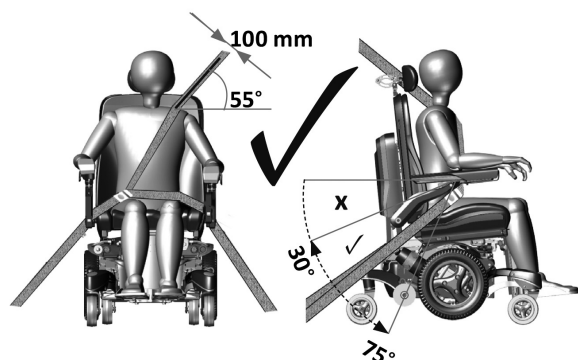
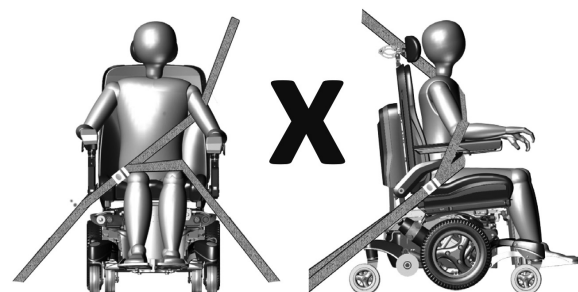

Figura 5.5 – Posizionamento corretto del sistema a tre punti di ritenuta dell'utente
Figura 5.6 – Posizionamento non corretto del sistema a tre punti di ritenuta dell'utente
- Le cinture di sicurezza devono essere fissate al montante del veicolo e non devono essere tenute lontane dal corpo da componenti della carrozzina elettronica come braccioli, ruote ecc. (Figura 5.6)
- Una cintura pelvica deve essere sistemata in basso, sulla parte anteriore del bacino in modo che l'angolo di ritenuta sia tra i 30° e i 75° rispetto all'orizzonte (Figura 5.5)
- È comunque consigliabile posizionarla a un'angolazione maggiore all'interno dell'intervallo di valori desiderato (Figura 5.5)
- Far passare la cintura sulla parte superiore del tronco, sopra la spalla e lungo il torace come illustrato in Figura 5.5. Non posizionare le cinture come mostrato in Figura 5.6